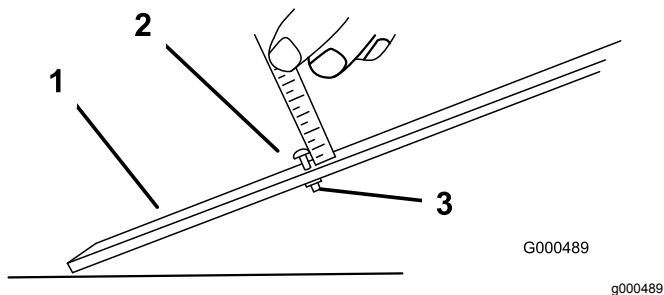

図 11
1. ゲージバーのナットをゆるめ、調整ねじを希望の刈り高に合わせる **図 11**